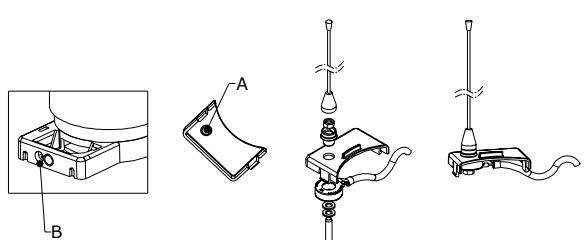

Fig. 12
- 1- Aprire il foro prefatturato, Ø 9, presente sul supporto antenna (Fig. 12 rif. A).
- 2- Montare l'antenna con gli accessori a corredo come illustrato in Fig. 12.
- 3- Infilare il cavo nel lampeggiante (Fig. 12 rif.B).
- 1 - Open the pre-drilled Ø 9 hole on the antenna support (Fig. 12 ref. A).
- 2 - Fit the antenna with the supplied accessories as shown in Fig. 12.
- 3 - Insert the cable in the flashing lamp (Fig. 12 rif.B).